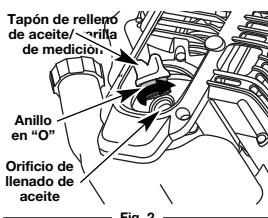

Fig. 2
3. Saque el tapón de aceite/ varilla de medición del cigüeñal (Fig. 2).